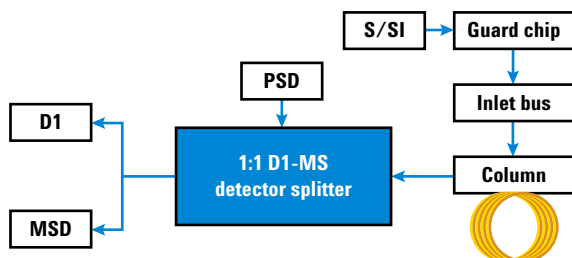

Figura 69 Diagrama de flujo del divisor del detector 1:1 D1-MS
El divisor del detector 1:1 D1-MS Intuvo se usa para dividir el efluente de la columna analítica en dos detectores diferentes, donde un detector se opera a presión atmosférica y el otro, a presión subambiente. El detector D1 puede ser cualquiera de los detectores atmosféricos compatibles. El D2 es un espectrómetro de masas (MS). Consulte Figura 69.